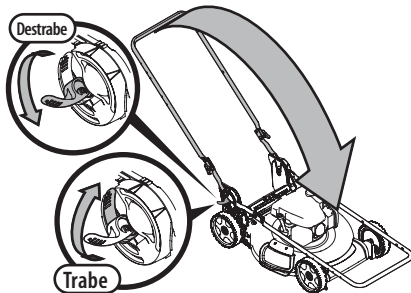

Figura 32
3. Destrabe las dos palancas de liberación de manija. Vea el recuadro de la Figura 32.
4. Pliegue la manija hacia adelante hasta la posición de almacenamiento (Figura 32). No preñe los cables del control de la transmisión o de la cuchilla (si se incluyen) mientras baja la manija.
5. Trabe las dos palancas de liberación de la manija (recuadro, Figura 32).
2. Para desplegar la manija, destrabe las dos palancas de liberación de la manija (recuadro, Figura 32) y realice los PASOS 5-8 de MONTAJE, Manija de Almacenamiento Vertical en la página 32.